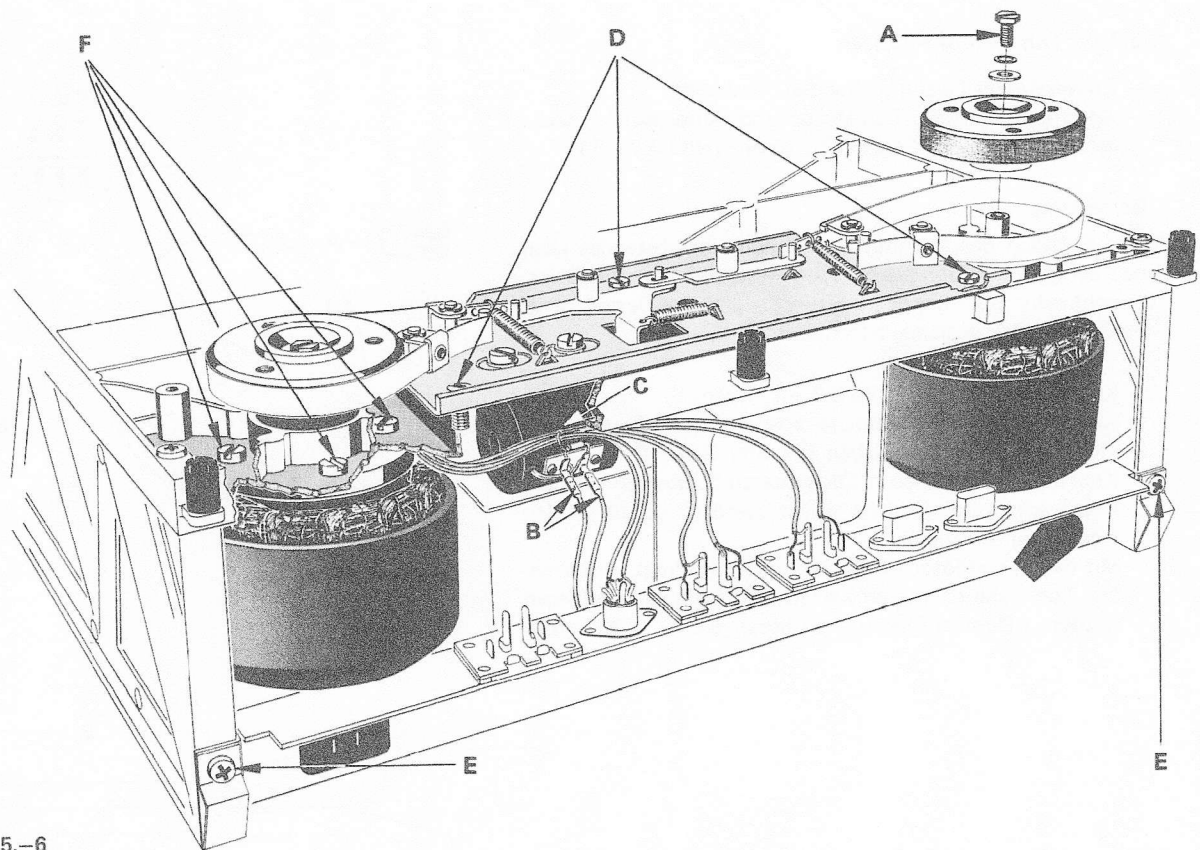

Bild 3.5.-6
- Bremstrommeln, zentrale Schrauben A (Bild 3.5.-6) lösen, Bremsen lüften und Trommeln vorsichtig nach oben abheben.
- Anschlüsse B (Bild 3.5.-6) des Bremsmagneten ablöten (lösen). Kabelbund (abgeschirmte Kabel) Befestigung C (Bild 3.5.-6) auftrennen.
- 3 Schrauben D (Bild 3.5.-6) des Bremsaggregates lösen und das Chassis vorsichtig abheben.
- Schrauben E (Bild 3.5.-6) des Anschlussträgers lösen.
- je 4 Schrauben F (Bild 3.5.-6) der Wickelmotoren lösen und die Motoren vorsichtig nach unten ausfahren.
- Bremsmagnet, Kabelanschlüsse lösen (ablöten) (s. Bild 3.5.-6, B)